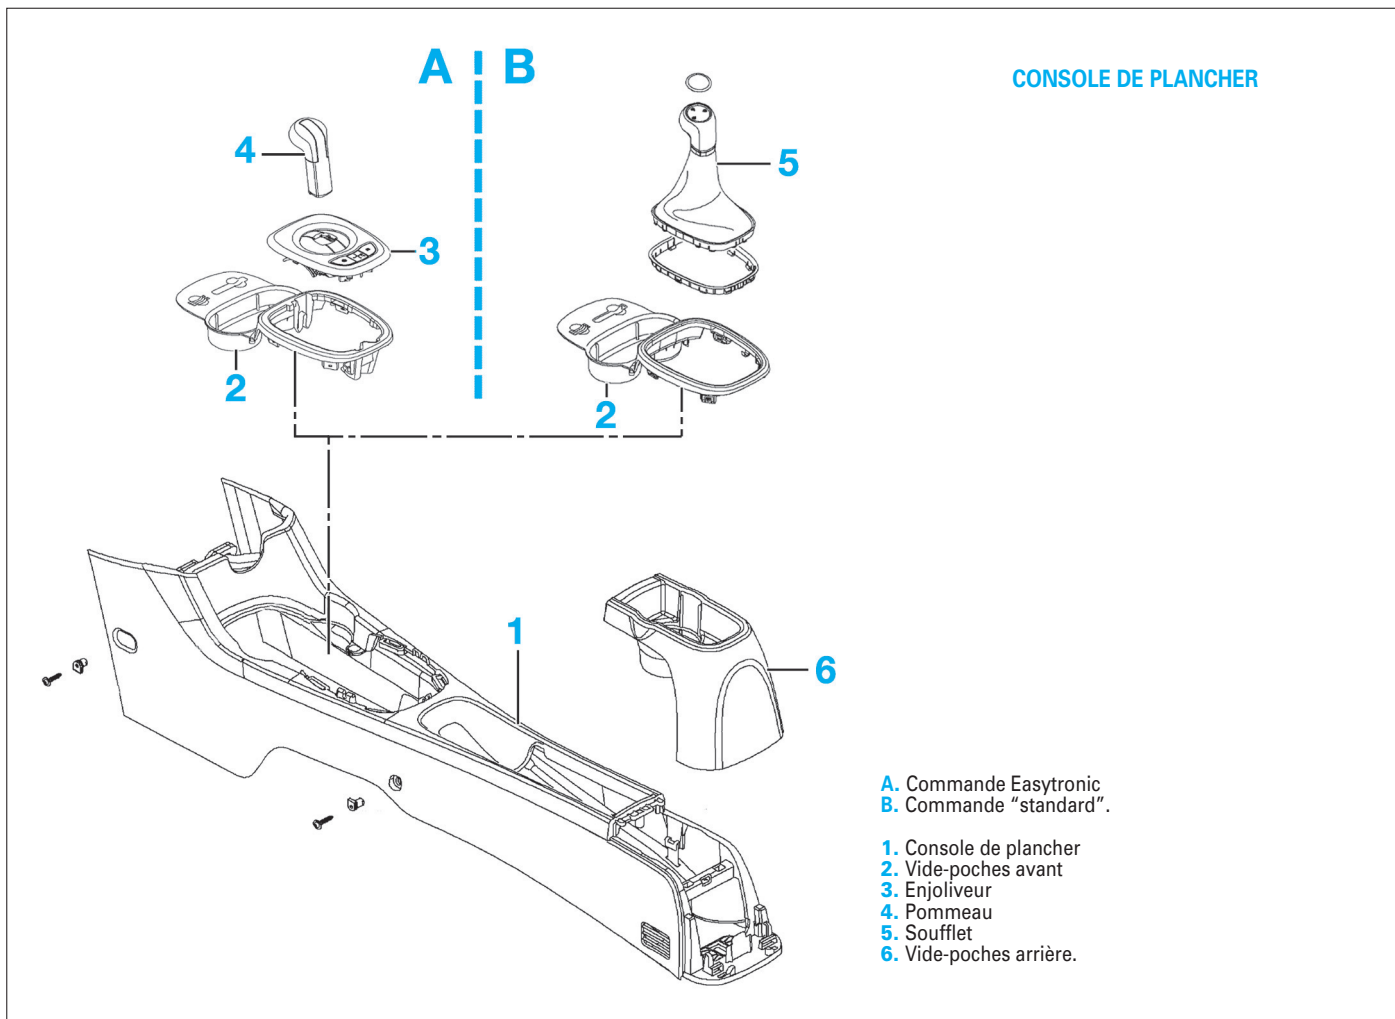

Fig. 17
- Déposer les vis de fixations (flèches) de la console de plancher (Fig.17).